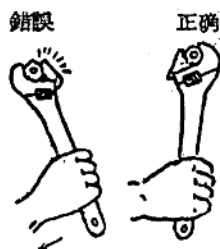

图 1—11 活扳手的正确握法
4. 安全要求 如果按图 1—11 错误的方法来旋紧螺母,在用力时扳手有滑出碰伤手指的可能,一定要按正确的方法操作。